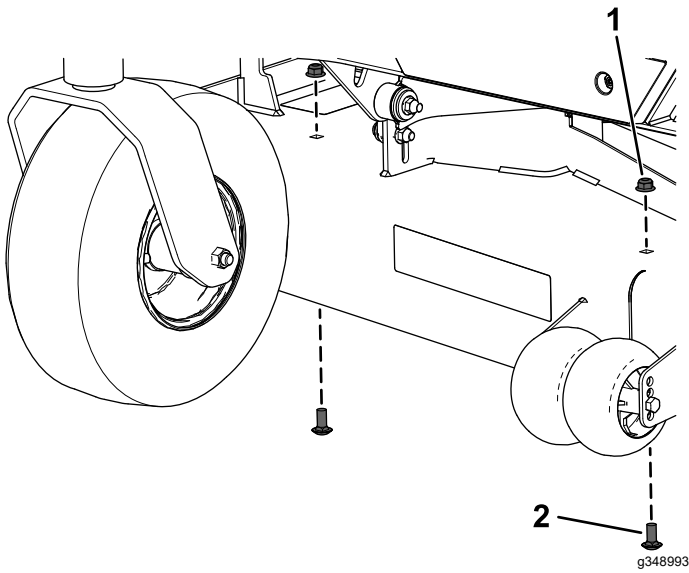

Bild 3
- Entfernen Sie die beiden Schlossschrauben und Sicherungsmuttern an der Vorderseite des Mähwerks (**Bild 3**).